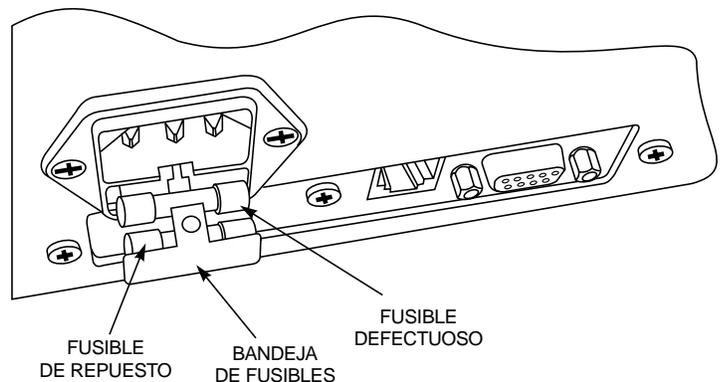

Figura 13. Reemplazo de fusibles
2. Asegúrese de que el interruptor de alimentación esté en la posición de apagado (O), y quite el cordón de alimentación de la parte de atrás del mando de la bomba.
3. Consulte la Figura 13, y use un destornillador pequeño para sacar la bandeja de fusibles.